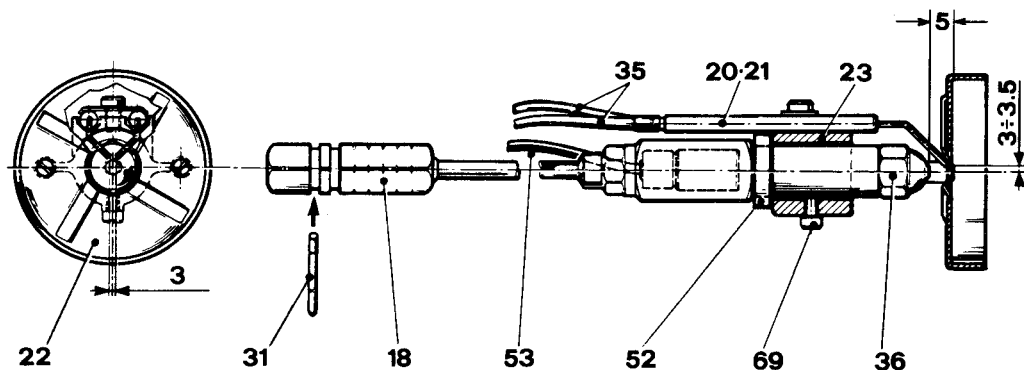

FIG. 13
- chicler (36) defectuoso o sucio;
- electrodos de encendido (20-21) sucios o dañados (ver posición de la fig. 13);
- célula fotoeléctrica (41) ennegrecida;
- verstuiver (36) defekt of vuil;
- ontstekingselectroden (20-21) aangeladen, beschadigd of ontregeld (zie de stand in fig. 13);
- Magneetventiel (41) vuil of defekt;
Effettuarne la pulizia possibilmente senza variare la loro posizione rispetto al disco deflettore; nel caso ciò accadesse, rispettare, in fase di montaggio, le dimensioni indicate in fig. 13.
Les nettoyer si possible sans changer leur position par rapport au disque déflecteur. Autrement vérifier que les cotes indiquées en FIG. 13 sont bien respectées.
Clean the electrodes taking care not to change electrode position relative to the diffuser; in case this should occur, on reassembling the unit make sure that the dimensions shown in Fig. 13 are met.
Efectuar la limpieza si es posible sin variar la posición respecto al disco deflector; en el caso que esta posición se hubiese modificado, respetar en la fase de montaje las distancias indicadas en la fig. 13.
Kuisen liefst zonder hun positie ten opzichte van de vlamring te veranderen. Zou de positie toch veranderen, dan terrug monteren volgens de gegevens van fig. 13.
- die Grundplatte herausziehen und lt. Abb. 13 in die vorgesehene Halterung einhängen.